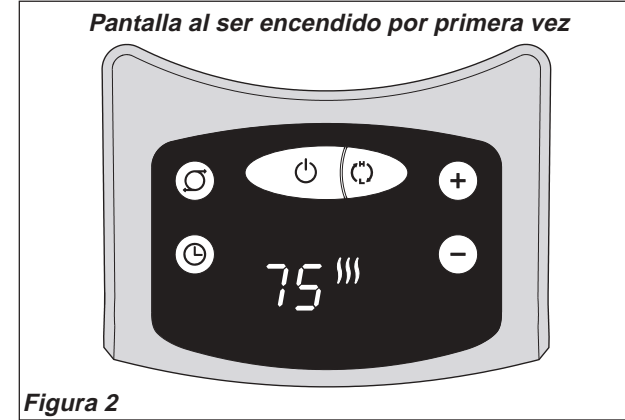

Figura 2
7. Al encender el Calefactor, la unidad estará en calor ALTO (III) (1500 vatios) y mostrará la temperatura actual de la habitación (Figura 2)
8. Oprima el botón (⏻) para calor BAJO (II). (900 vatios)